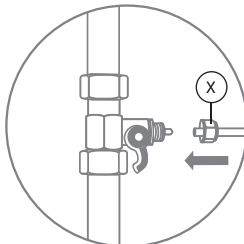
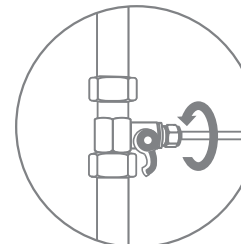

Рис. 7
Рис. 8
2. В гайку (Х) проденьте пластиковую трубку (рис. 7). Конец трубки наденьте на штуцер адаптер-вентили до упора и плотно накрутите гайку (рис. 8).